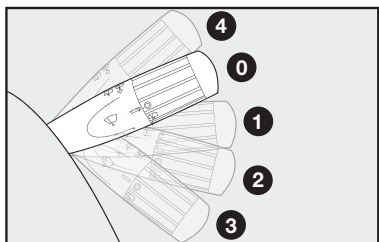

fig. 48
ADVERTÊNCIA: com o clima muito úmido não é aconselhado o uso prolongado do ar-condicionado nas posições  ou . A diferença entre a temperatura externa e a do para-brisa pode causar embaçamento do lado externo do para-brisa, causando perda de visibilidade. Se isso ocorrer, acione a alavanca do limpador do para-brisa fig. 48.
- fig. 48